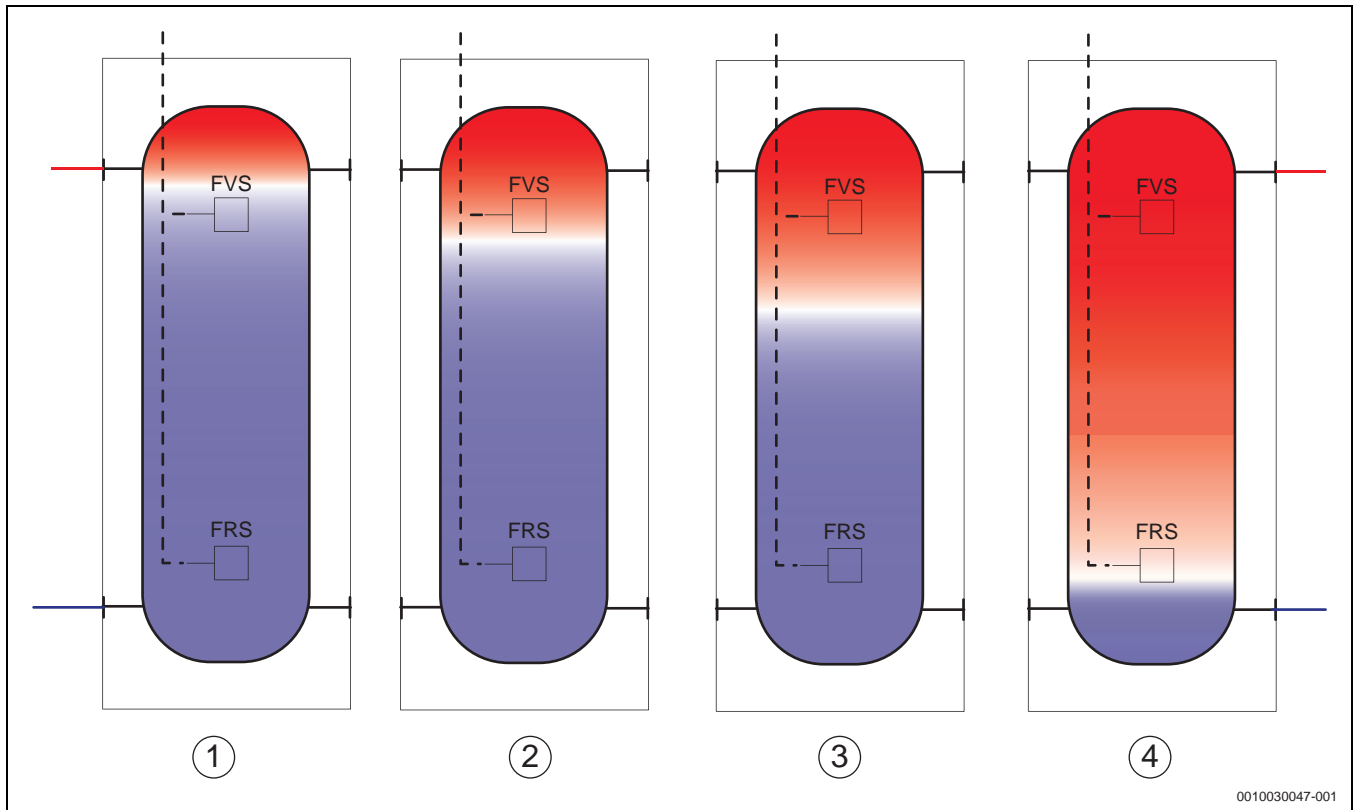

Bild 83 Mögliche Pufferstände (Legende → Tabelle 24)
Der Strategie-Vorlauffühler FVS (Puffer oben → Bild 82) ist wie gewohnt für das Einhalten des Anlagen-Vorlaufsollwerts und somit für das Brenner-Einschalten und die Brennermodulation zuständig. Bei Untertemperatur am FVS (→ Bild 83, Zustand 1) erfolgt der Brennerstart. Der Kesselvorlaufsollwert entspricht dabei dem Anlagensollwert + Anhebung (Grundeinstellung 3 K).
Beispielwerte mit Kaskade Logano plus KB372/KB472 zu Bild 82 (Wärmezufuhr = Wärmeabnahme, Sollzustand entsprechend Bild 83, Zustand 2):
Die Aufgabe der Kaskade ist es, nur die gerade benötigte Leistung bereitzustellen und einen Bereitschaftsanteil im Puffer vorzuhalten (→ Bild 83, Zustand 2).
1) Ziffer des Pufferzustands entspricht den Positionsnummern in Bild 83
Tab. 24 Legende zu Bild 83